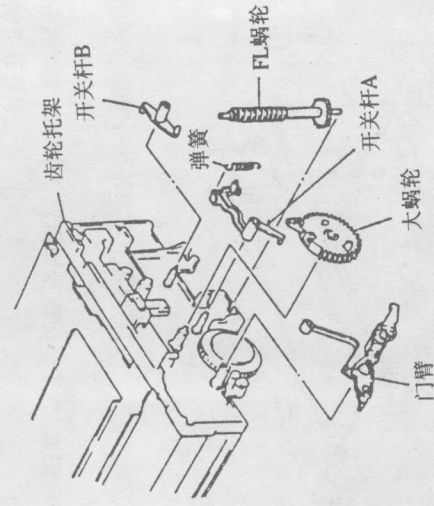

图62
(2) 拆卸FL蜗轮、门臂、大蜗轮、开关杆A及B
步骤: ① 拉出FL蜗轮, 如图62所示;
② 拉出门臂;
③ 拉出大蜗轮;
④ 拆卸开关杆A和齿轮托架之间的弹簧;
⑤ 拉出开关杆A和开关杆B。